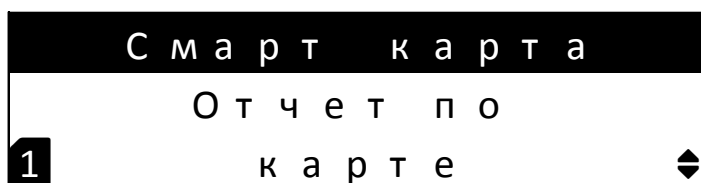
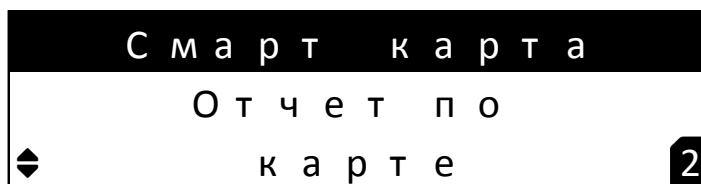

Рисунок 7.1.7 - Окно выбора смарт-карты 1
Рисунок 7.1.8 - Окно выбора смарт-карты 2
7.1.12 При наличии двух смарт-карт, пользователю предлагается выбрать смарт-карту 1 (рисунок 7.1.7) или 2 (рисунок 7.1.8).